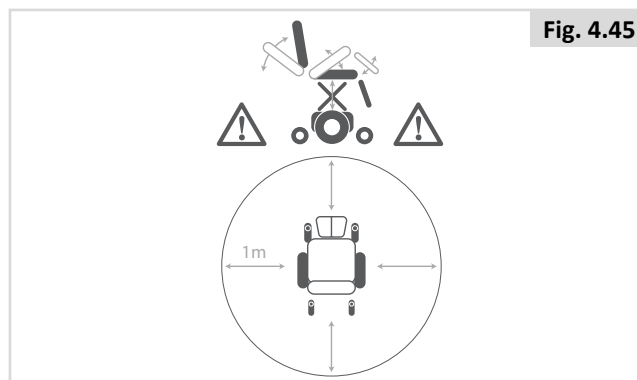

Fig. 4.45
- Wie bei allen beweglichen Teilen darauf achten, dass Sie Ihre Finger nicht einklemmen, (Fig. 4.45).